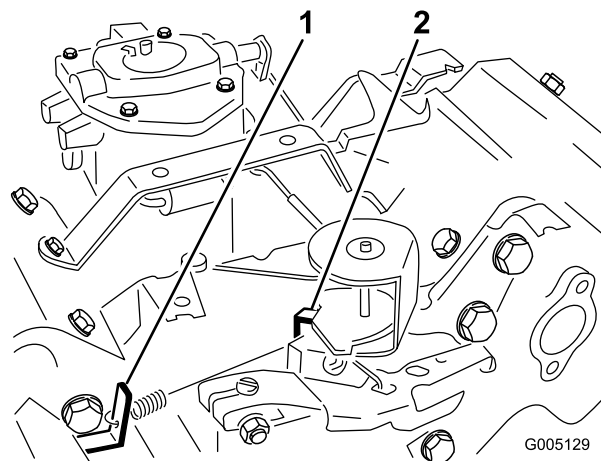

図 50
3. 調速アイドル・スプリング・アンカーの耳(図 50)を曲げて、エンジン速度を 1650 ± 100 RPM に調整する。タコメータで速度を確認のこと。
5. スロットル・コントロールをFAST位置とする。高速アイドル・スプリング・アンカーの耳(図 50)を曲げて、エンジン速度を 2850 ± 50 RPM に調整する。